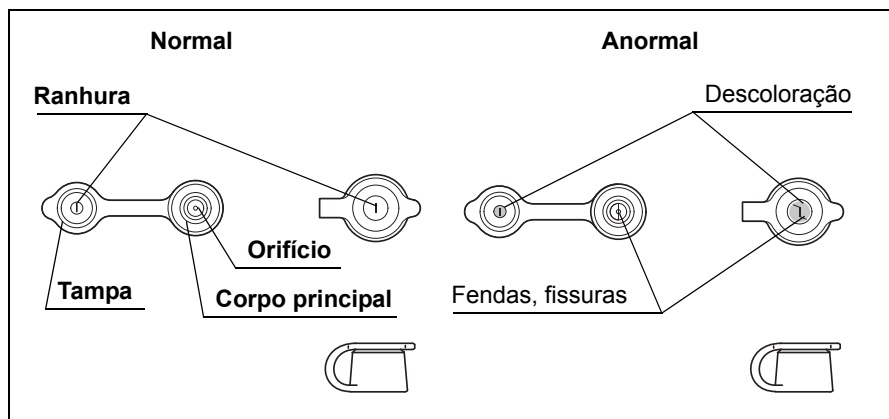

Figura 3.8
1. Certifique-se de que a ranhura e o orifício da válvula de biópsia não apresentam fendas, fissuras, deformações, descoloração ou outros danos (consulte Figura 3.8).